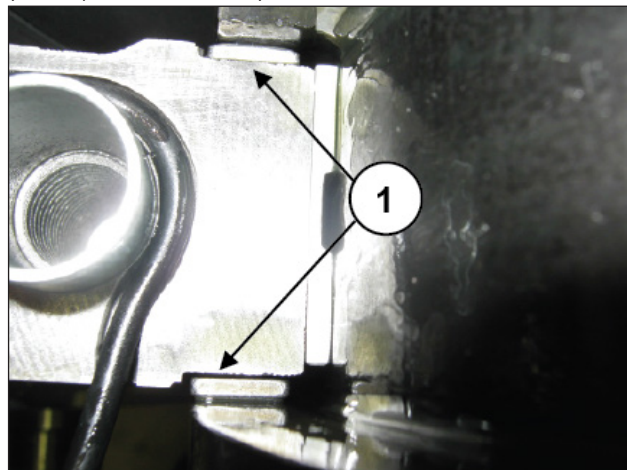
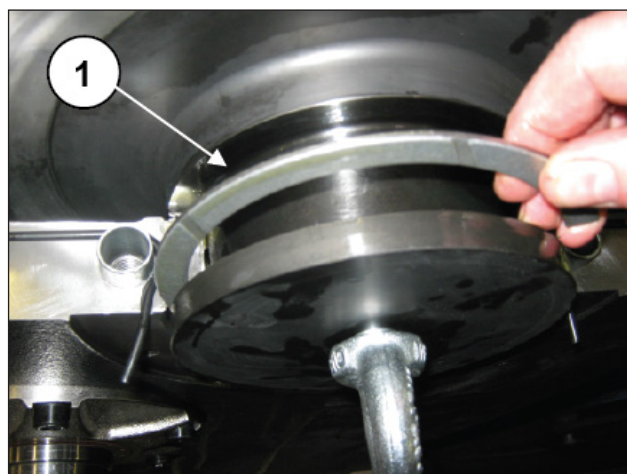

Рис. 33
Рис. 34
Снимите два упорных осевых полукольца коленчатого вала (поз. ①, Рис. 33 и Рис. 34).